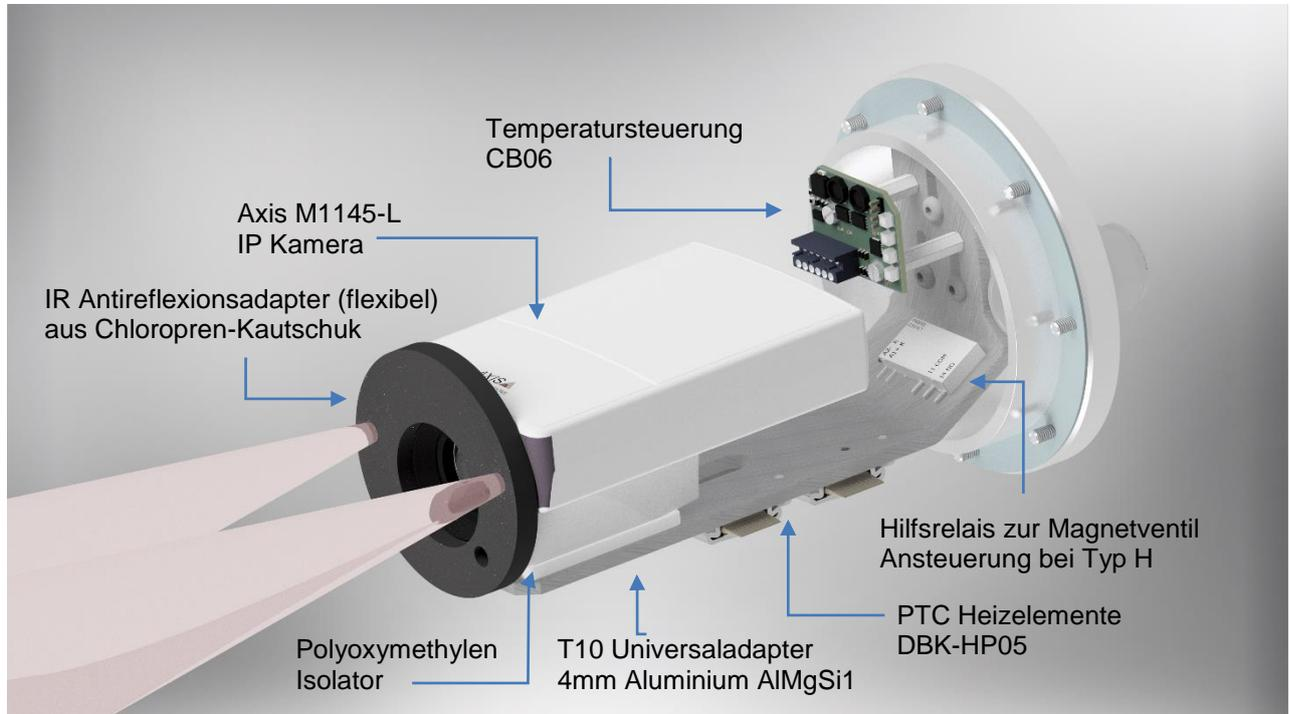

Abb.5.13 – RoughCam IPM1145-L Einbaukomponenten
Bei der RoughCam IPM1145-(L) den schwarzen Infrarot-Antireflexionsadapter aus Neopren (siehe Abb.5.13) keiner mechanischen Belastung aussetzen oder diesen entfernen.